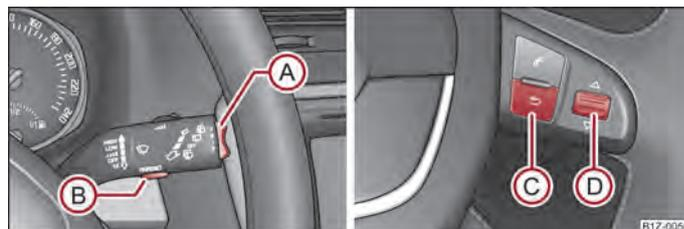

Fig. 7 Visualizador de informações: Elementos de comando na alavanca do limpa-vidros / Elementos de comando no volante multifunções
- Pode activar o **Main menu (Menu principal)**, premindo o botão basculante **(A)** ⇒ Fig. 7 durante mais de 1 segundo.
- Pode activar o **Main menu (Menu principal)**, premindo o botão basculante **(C)** ⇒ Fig. 7 durante mais de 1 segundo.